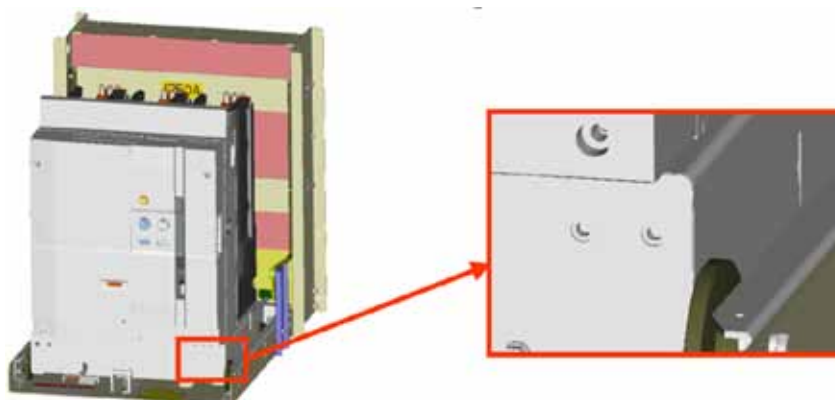

Figura 14 - Orificio del disyuntor para soporte fijo en la posición TEST.
- ① Coloque el disyuntor a vacío en la posición de test mostrada en la Figura 14. (Verifique que la palanca de intertrabado del disyuntor a vacío esté completamente para abajo.)